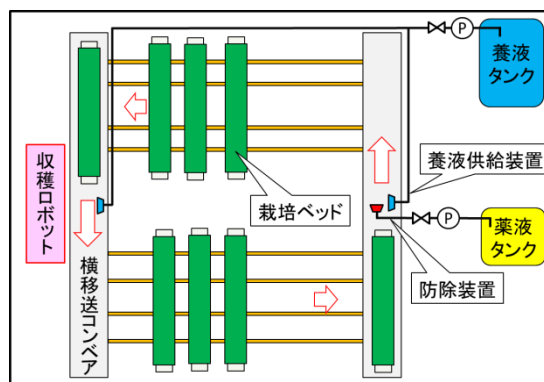

図 2 収穫ロボットと循環式移動栽培装置の配置
2. 循環式移動栽培装置は、栽培ベッドを縦方向に動かす縦移送機構 2 台、横方向に動かす横移送コンベア 2 台から成り、縦・横移送を交互に繰り返すことで栽培ベッドを循環させます (図 2)。
3. 収穫ロボットは、横移送コンベア中央に設置し (図 2)、栽培ベッドの横移送中に、固定のステレオカメラで赤色果実を探します。赤色果実を検出すると栽培ベッドを停止させ、エンドエフェクタに搭載したカメラで、着色度判定と果実の重なり判定を行います。収穫に適していると判断した場合、果実に触れることなく果柄を把持・切断します。